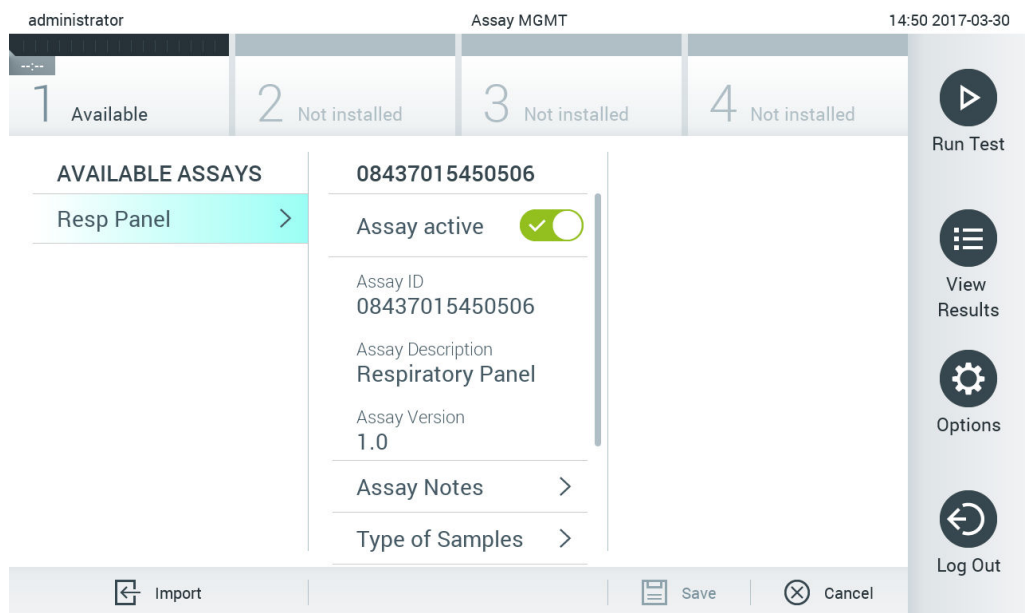

图 59. 管理可用的检测。
1. 按下 **Options**（选项）按钮，然后按下 **Assay Management**（检测管理）按钮访问 **Assay Management**（检测管理）屏幕。内容区域的第一列会列出可用的检测（图 59）。